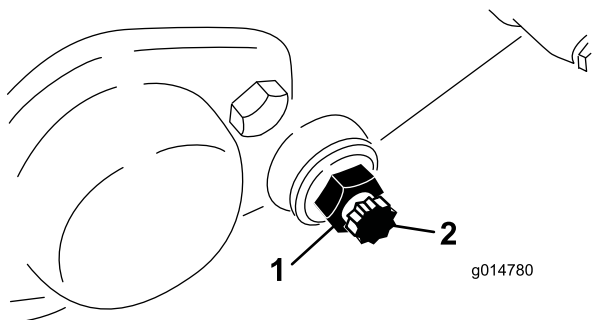

Рисунок 56
3. На каждой стороне машины ослабьте зажимную гайку, фиксирующую болт планки неподвижного ножа (Рисунок 56).
4. Снимите оба болта планки неподвижного ножа, чтобы ее можно было потянуть вниз и снять с машины. На каждом конце планки неподвижного ножа оставьте по две нейлоновых и две штампованных стальных шайбы (Рисунок 56).